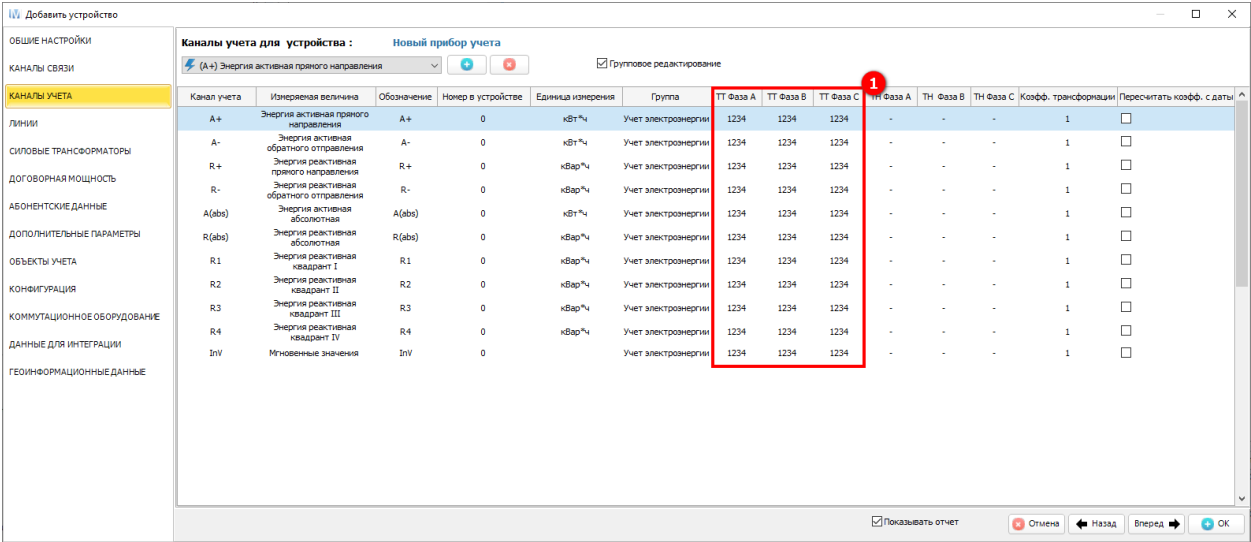

Рисунок 304 – Параметры устройства – Каналы учета – Указание информации о трехфазном типе трансформатора по всем каналам учета для каждой фазы
В случае выбора из списка трехфазного типа трансформатора – данные о выбранном трансформаторе будут заполнены по всем каналам учета для каждой фазы (1) (см. рисунок 304).